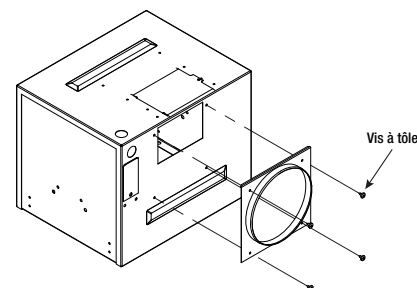

Figure 7 — Fixation du raccord de gain rond de 20,3 cm
1. Fixer le raccord de gaine au caisson par les trous de fixation et quatre (4) vis à tôle d'origine, comme sur la Figure 7.